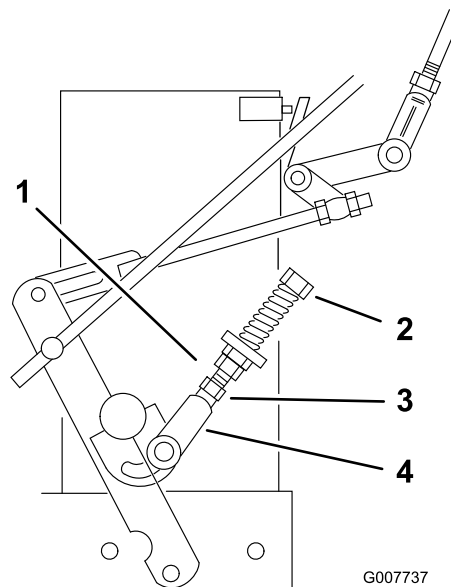

Figura 32
9. Si la rueda gira mientras sujeta la palanca de avance en punto muerto, los acoplamientos del control de punto muerto deben ser ajustados (Figura 32). Si la rueda se detiene, vaya al paso 12.
10. Afloje la tuerca de la horquilla del acoplamiento del control de punto muerto (Figura 32).
11. Ajuste el acoplamiento del control de punto muerto hasta que la rueda motriz correspondiente deje de girar con la palanca sujeta contra el muelle de punto muerto (posición de punto muerto) (Figura 32).
12. Gire el perno de ajuste 1/4 de vuelta aproximadamente en el sentido de las agujas del reloj si la rueda gira hacia atrás, o 1/4 de vuelta aproximadamente en el sentido contrario a las agujas del reloj si la rueda gira hacia adelante (Figura 32).